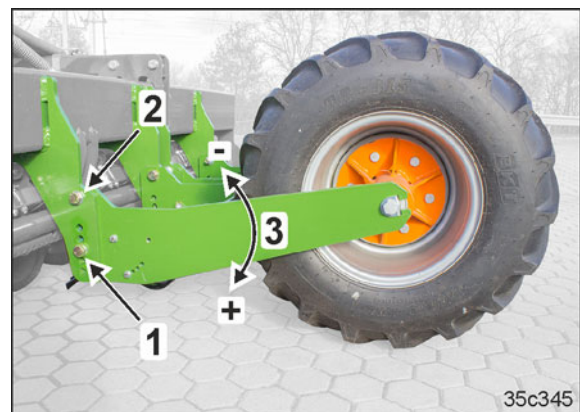

Bild 204
1. lossa övre muttrar (Bild 204/2)
Avlasta stödhjulsvingen innan du tar bort skruvarna (Bild 204/2)!
2. lossa undre muttern, ta bort skruvar (Bild 204/1)
| Markeringsskruvens position (Bild 204/1) | Höjd [mm] (Bild 204/3) |
4. Markera stödrämsvingarna med skruvarna (Bild 204/1) och dra åt muttrarna
5. dra åt de övre muttrarna (Bild 204/2)